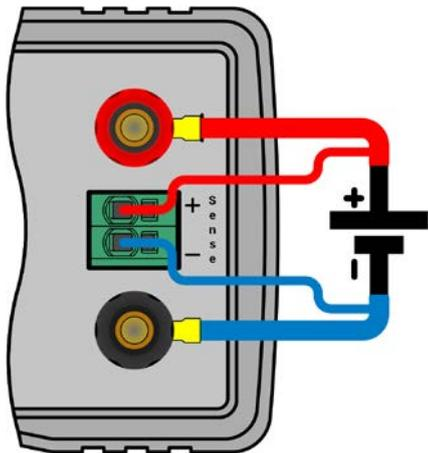

Figure 12 - Exemple de câblage distant
- Le contrôle distant est uniquement accessible en fonctionnement à tension constante (CV) et pour les autres modes de régulation l'entrée sense doit être déconnectée, si possible, car la laisser connectée augmente généralement les oscillations.
- Le câble + sense doit être relié au + de la source et - sense au - de la source, sinon l'entrée Sense peut être endommagée. Par exemple voir *Figure 12* ci-dessous.